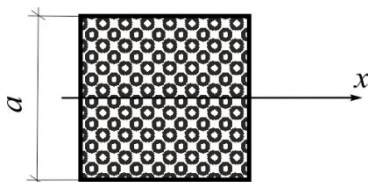

Рис.3.16
**3.14.** Стержень квадратного сечения выполнен из материала с капиллярами, ориентированными вдоль оси стержня и равномерно распределенными по площади сечения с коэффициентом пористости  $A_{\text{кап}}/A_{\text{бр}}=0,25$ . Определить размер сечения, для которого  $I_x = 10000 \text{ см}^4$  (рис.3.16).